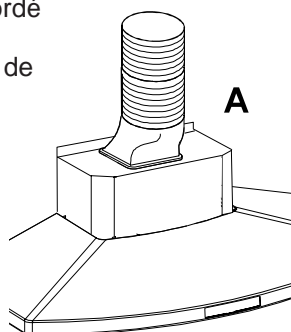

Fig. 1
- L'air est rejeté à l'air libre par un conduit raccordé sur le tuyau d'évacuation **A**. **Fig. 1**.